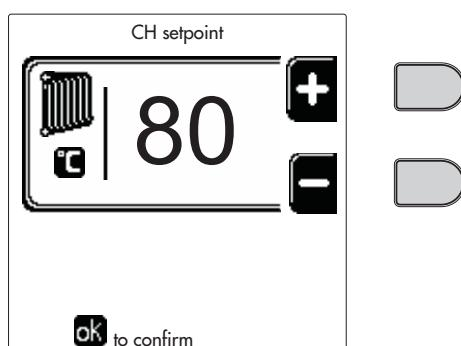
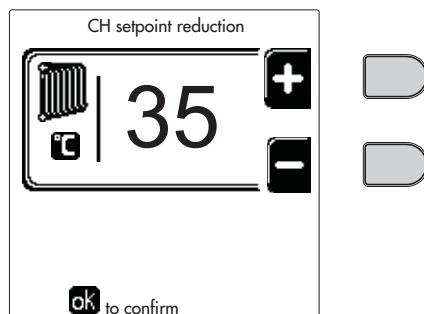
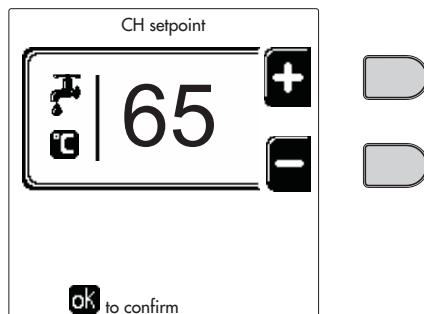
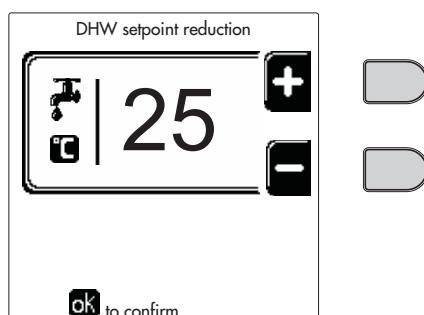

рис. 12
рис. 13
рис. 14
рис. 15
- **ON (ВКЛ).** При поступившем запросе на отопление/ГВС котел работает на заданной температуре регулировки отопления/ГВС (рис. 12/рис. 14).
- **OFF (ВЫКЛ).** При поступившем запросе на отопление/ГВС котел работает на уменьшенной температуре регулировки . Уменьшенная температура достигается путем вычитания температуры регулировки уменьшения (рис. 13/рис. 15) от заданной температуры регулировки отопления/ГВС (рис. 12/рис. 14).